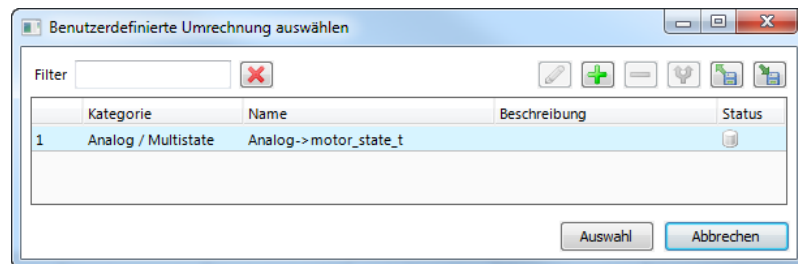

Abbildung 43: Auswahl einer benutzerdefinierten Umrechnung.
- Um eine neue Umrechnung für diesen Eintrag zu definieren, klicken Sie auf den Knopf . Ein Dialog öffnet sich, der die passenden Umrechnungen, die bereits in der Bibliothek existieren, anzeigt (siehe Abbildung 43).